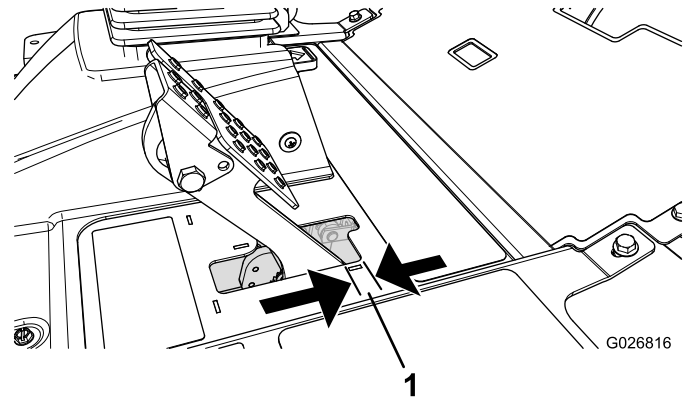

Figura 65
Regolate i freni se il pedale ha un "gioco" superiore a 2,5 cm (Figura 65), o quando è necessaria maggiore forza di tenuta. Per gioco s'intende la distanza che il pedale percorre prima che si avverta la resistenza della frenata.
2. Serrate il dado posteriore per spostare indietro il cavo, finché i pedali del freno non hanno un gioco compreso tra 6 e 13 mm (Figura 65), prima che la ruota si blocchi.